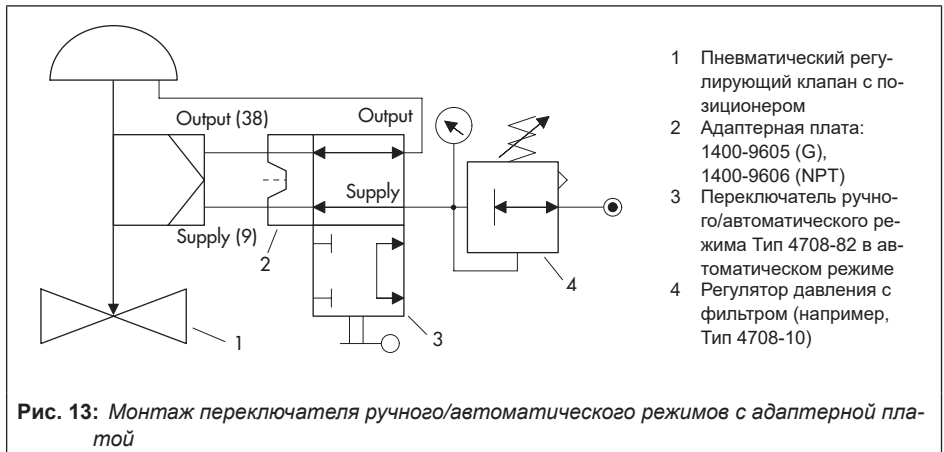

Рис. 13: Монтаж переключателя ручного/автоматического режимов с адаптерной платой
- Соедините позиционер и пневматический привод, как показано на Рис. 13.